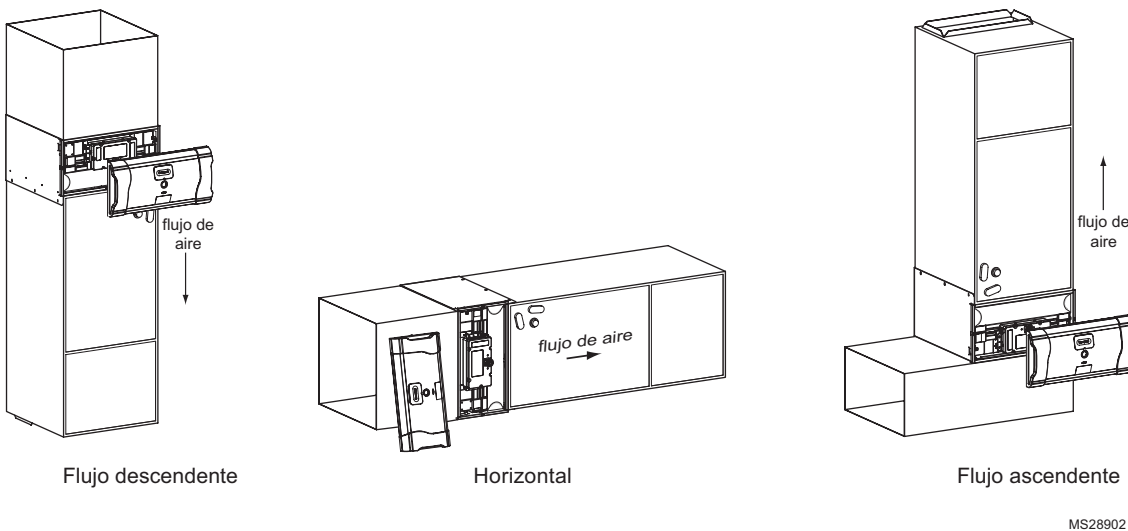

Fig. 4. Orientación del gabinete para los modelos FH8000A.
- Identifique una orientación de montaje para el limpiador de aire mejorado Honeywell en el conducto de aire de retorno (ver Fig. 4).
- Coloque el gabinete entre el controlador de aire y el conducto de aire de retorno (ver Fig. 4 en la página 7 y Fig. 5). Es posible que necesite un conducto de transición.